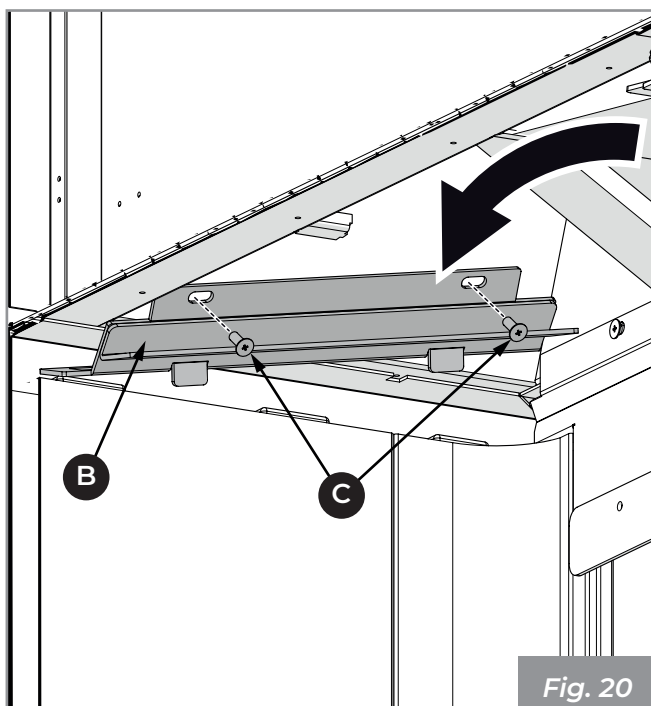

Fig. 20
- 2) Bloquear el refractario con el estribo (B) teniendo cuidado de introducir los ojalos en las salientes correspondientes y fijándola con los tornillos adecuados (C) (Fig. 20).
- 3) Proceder del mismo modo en el lado opuesto (en los modelos **MX R** y **MX L** están presentes solo la curva y el estribo superior (B - Fig. 20) para la presencia del vidrio lateral).